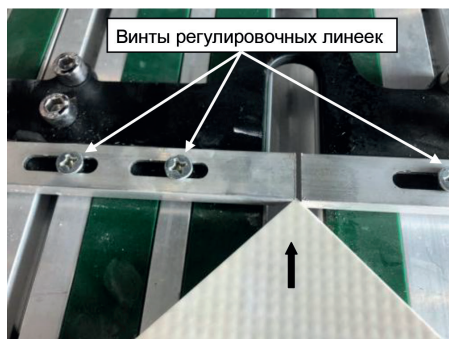

Рис. 31
- Ослабьте винты на левой и правой регулировочных линейках, и слегка раздвиньте линейки в стороны (рис. 31).